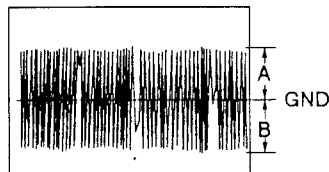

Fig. 2 Amplitude maximale A=B
6. Tourner lentement le tournevis dans le sens antihoraire à partir de la position "point nul" jusqu'à ce que l'amplitude de la forme d'onde soit maximale. (Fig.2.)
2. Ajuster VR602 de manière que les amplitudes positive et négative de la forme d'onde d'erreur TRKG soient égales. (Fig. 2)